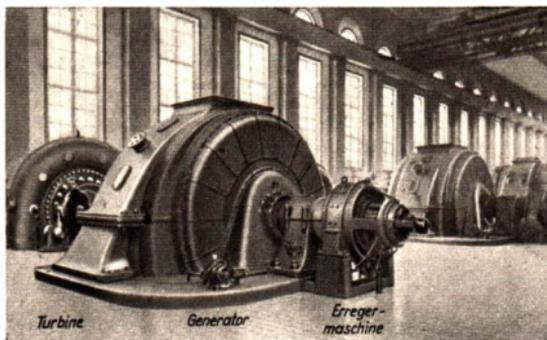

Abb. 291 Maschinensaal eines Wasserkraftwerkes
**3. Ein Besuch im Elektrizitätswerk.** In den Stromerzeugern muß sich entweder der Anker oder der Magnet drehen, wenn Strom erzeugt werden soll. Den bewegten Teil der Maschine nennt man *Läufer*, den feststehenden *Ständer*. Zum Antrieb des Läufers dienen in der Regel *Turbinen*3), in denen man die Arbeitsfähigkeit, die *Energie*4), des strömenden Wassers oder des Dampfes ausnutzt. Näheres über Wasser- und Dampfturbinen bringen die §§ 52 u. 53. Abb. 291 zeigt den Maschinensaal eines Kraftwerkes.